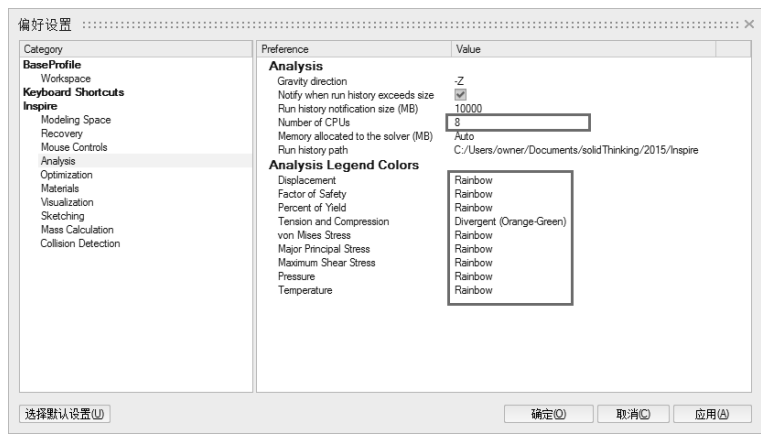

图 1-5
3) 修改设置：选择 Analysis→Number of CPUS 选项，可以提高计算速度。选择 Analysis→Analysis Legend Colors→Rainbow 选项，可以提高分析结果可视化程度，如图 1-5 所示。